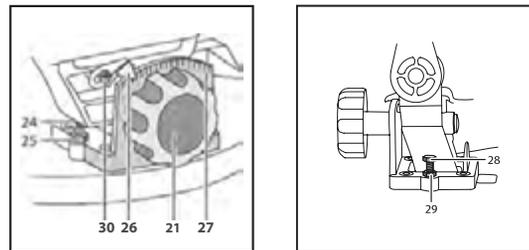

Рис. 5
- б) отверткой открутите крышку (31) щеткодержателя;
а) Регулировка угла наклона пиления 90° . Ослабьте винт фиксации наклона пилы (21), приведите пилу в крайнее вертикальное положение, ослабьте стопорную гайку (25) болта (24) и, используя угольник, установите пильный диск (3) на угол 90° относительно поворотного стола (13) поворотом болта (24). Затяните стопорную гайку (25) (Рис. 5).
По достижении необходимого результата регулировки, ослабьте установочный винт указателя (30), совместите стрелку указателя (26) с делением 0° на шкале угла наклона пиления (27). Зафиксируйте установочный винт указателя (30) (Рис. 5).
б) Регулировка угла наклона пиления 45° . Ослабьте винт фиксации наклона пилы (21), приведите пилу в крайнее наклонное положение, ослабьте стопорную гайку (29) болта (28) и, используя угольник, поворотом болта (28) установите пильный диск (3) на угол 45° относительно поворотного стола (13). Затяните стопорную гайку (29) (Рис. 5).